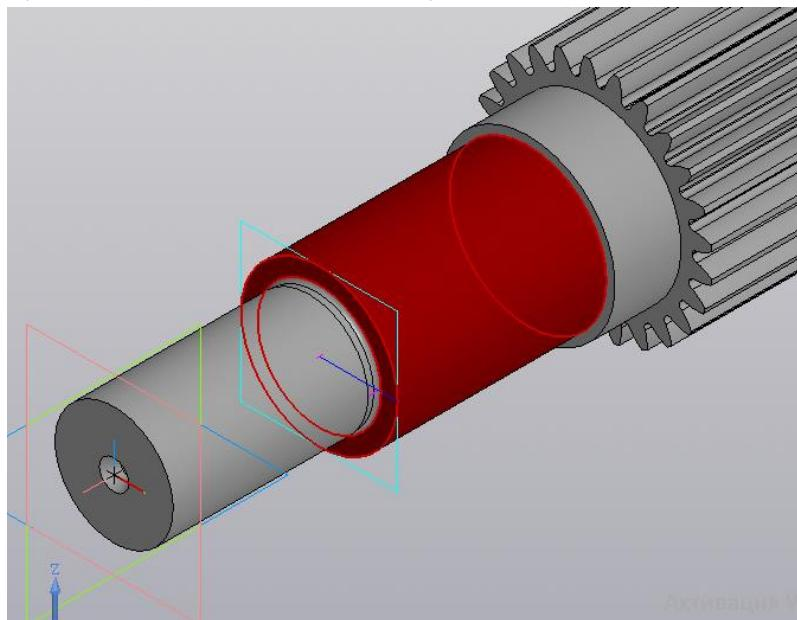

Рисунок 23 - Выбор плоской грани для определения положения шпоночного паза
- Укажите плоскую грань – от этой плоскости будет определено положение паза (рисунок 23). Нажмите кнопку *Создать* .